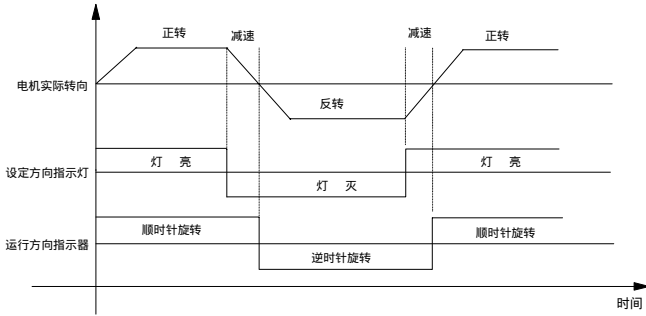

图 4-6 电机实际转向、设定方向指示灯、运行方向指示器的时序图
- 3. 当变频器处于键盘运行控制方式时，按下 FWD/REV 键后，设定方向命令立即改变，设定方向指示灯的状态也相应改变。但由于存在机械惯性，电机实际转向的改变会有一个过程，运行方向指示器显示电机的实际运转方向，也不会立即改变；因此在电机正反转加减速的过程中，设定方向指示灯和运行方向指示器的显示有时可能会不一致。电机实际转向、设定方向指示灯、运行方向指示器之间的关系如图 4-6 所示。